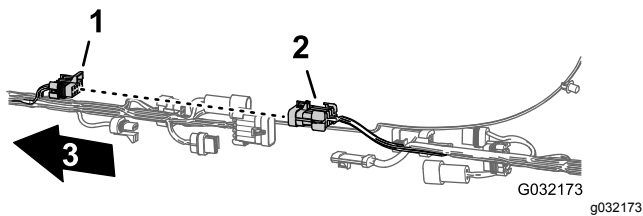
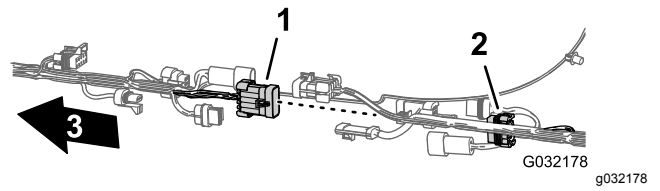

Figura 15
Figura 20
2. Desligue os 6 pares de conectores entre a cablagem dianteira e traseira, como se mostra de Figura 15 a Figura 20.